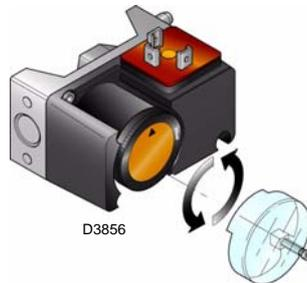

图 23
- ▶ 调整最大燃气压力开关 (图 23) 到量程的终止位置。